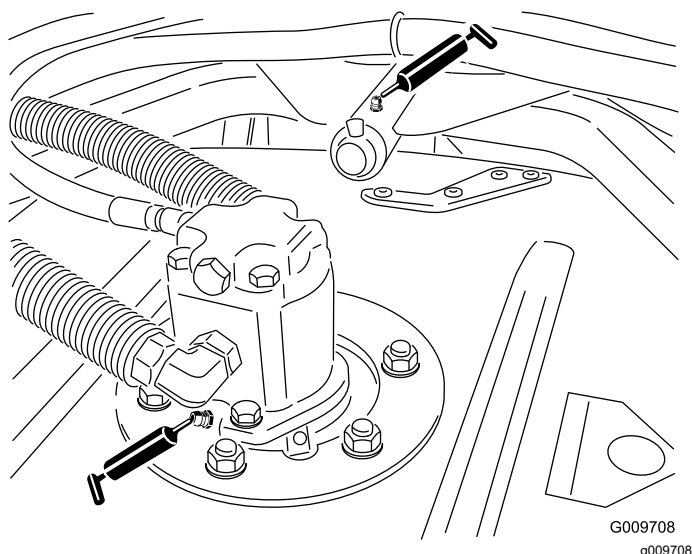

Figura 85
- Cojinetes del eje de la unidad de corte (2 por unidad de corte) tal y como se muestra en la Figura 85
- Cojinetes de los brazos de tiro de las unidades de corte (1 por unidad de corte) tal y como se muestra en la Figura 85